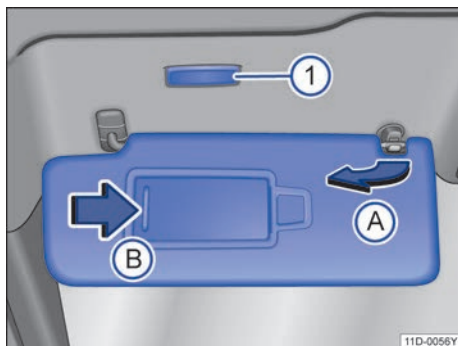

图 97 遮阳板
- 从托架中拉出并向车门翻转→图 97(A)。
在已翻下的遮阳板上，在一块盖板后有一个化妆镜。在滑动打开盖板→图 97(B)时，照明灯→图 97(1)亮起。